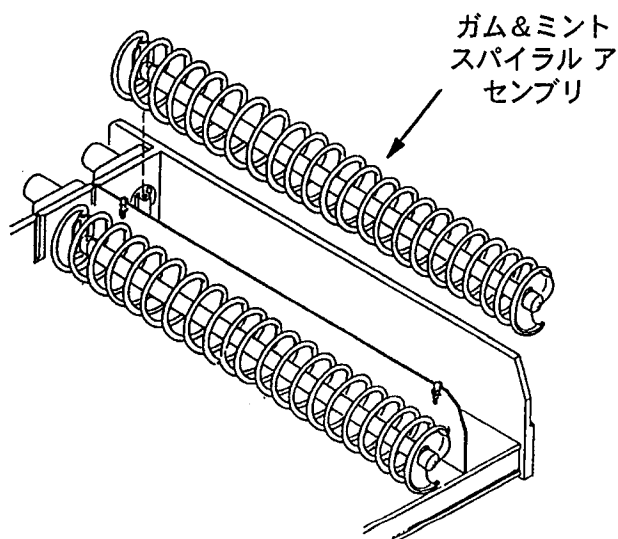

図 2
6. 2 個のガム&ミントスパイラルアセンブリを取り付けます (図 2 参照)。